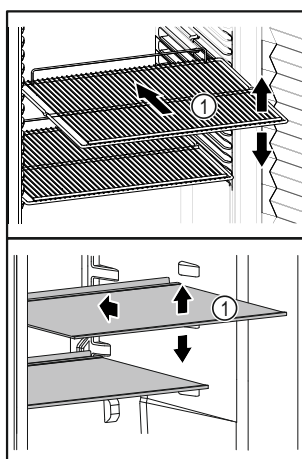

Fig. 34 Représentation à titre d'exemple
- ❑ Si les surfaces de rangement *Fig. 34 (1)* sont mobiles, les régler en hauteur.